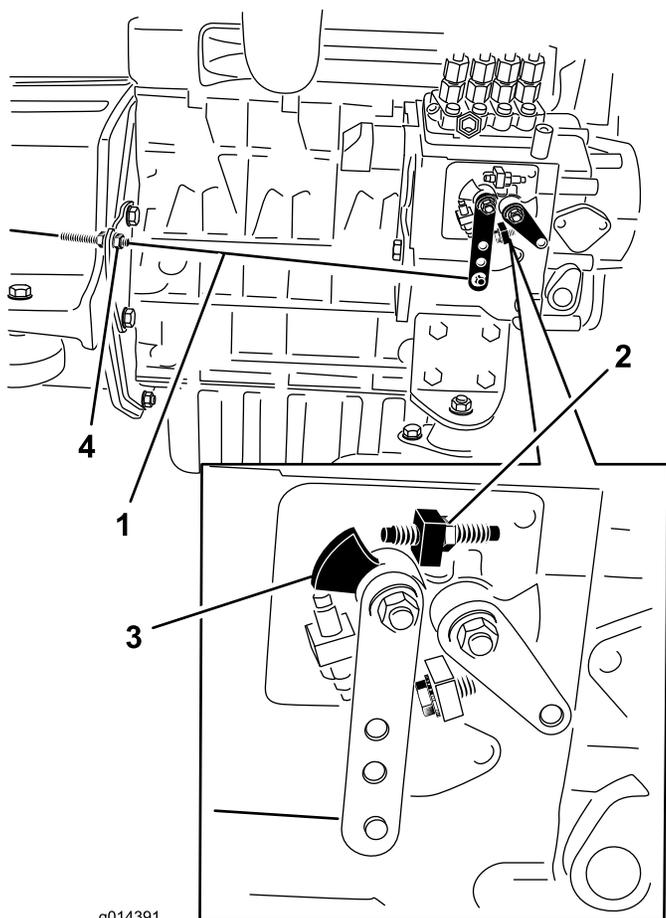

Figure 46
2. Vérifiez la position du levier de commande de régime sur la pompe d'injection du moteur. Le levier de commande de régime doit toucher la vis de haut régime lorsque la commande d'accélérateur est en position haut régime (verrouillage) (Figure 46).
- La position des écrous de blocage du câble de commande d'accélérateur peut être ajustée au besoin jusqu'à ce que le levier de commande de régime touche la vis de haut régime lorsque le levier est en position haut régime (verrouillage) (Figure 46).